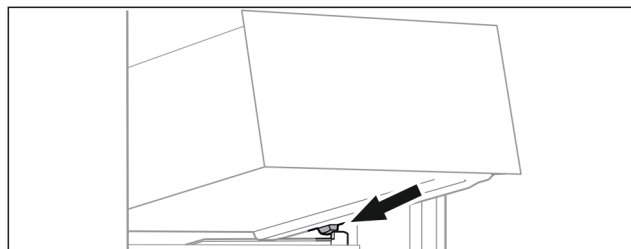

Fig. 15
- ▶ Założyć szufladę pod skosem za stoperami na żebro pojemnika Fig. 15 (1).